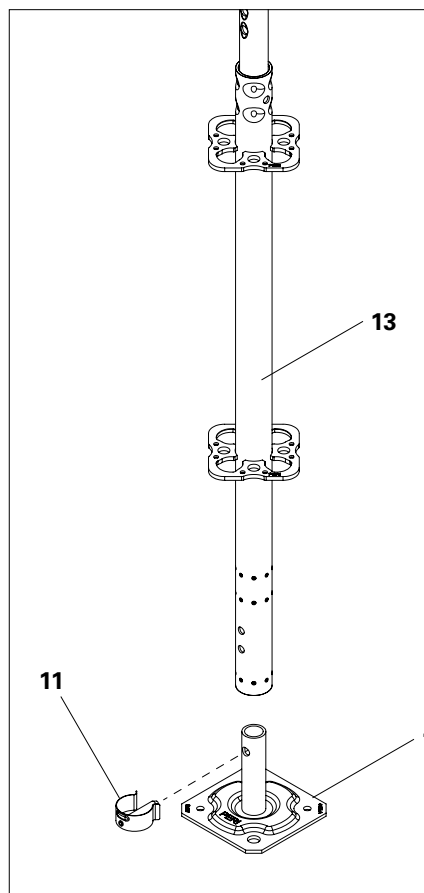
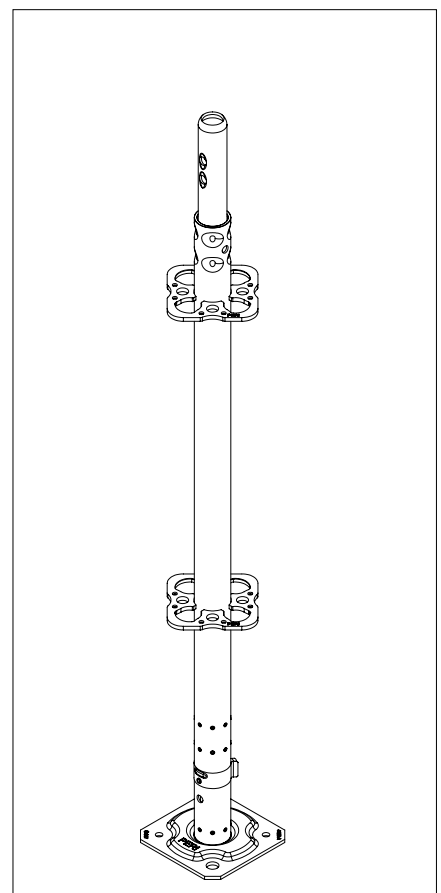

Abb. A1.15
Abb. A1.15a
Die Montage von Fußplatten UJB (1) an Vertikalstielen (13) erfolgt in gleicher Weise. (Abb. A1.15 + Abb. A1.15a)